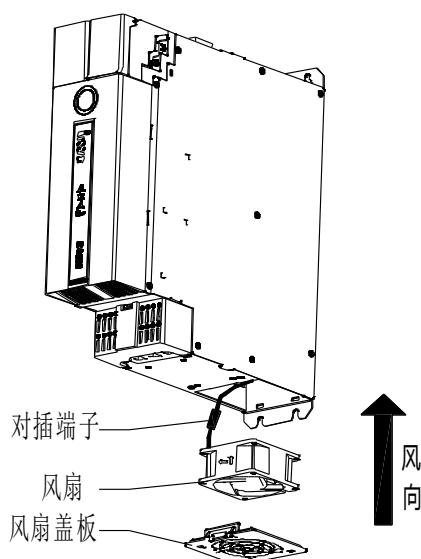

图 11-1 7.5kW (含) 以上逆变风扇维护示意图
- 5、将新的冷却风扇装入变频器内；并按照相反的顺序将风扇线缆对插端子接好，将风扇塞进风扇安装机箱对应位置，扣上风扇盖板，请注意风扇的风向与变频器风向保持一致，如图 11-1 所示：